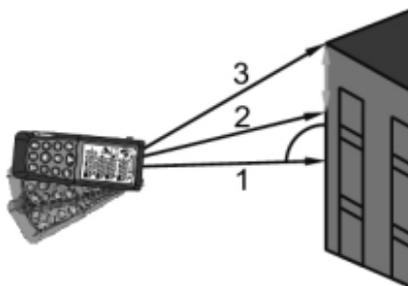

Fig. 11: Medida Indirecta a 3 puntos– Modo 2
3. Posicione el instrumento en el punto más bajo (1) de la medida (vea la Fig. 11 ) y pulse la tecla  o la tecla lateral **MEAS**. El resultado se muestra en la primera pantalla parcial. El símbolo “” se muestra en pantalla con el lado “2” parpadeante
4. Posicione el instrumento lo más horizontal posible (2) de la medida (vea la Fig. 11) y pulse la tecla  o la tecla lateral **MEAS** para realizar la medida. El resultado se muestra en la segunda pantalla parcial. El símbolo “” se muestra en pantalla con el lado “3” parpadeante
5. Posicione el instrumento en el punto más alto (3) de la medida (vea la Fig. 11) y pulse la tecla  o la tecla lateral **MEAS** para realizar la medida. El resultado se muestra en la segunda pantalla parcial
6. El valor final del resultado obtenido de la combinación de las medidas precedentes (vea la línea punteada de la Fig. 11) se muestra en la pantalla resultante